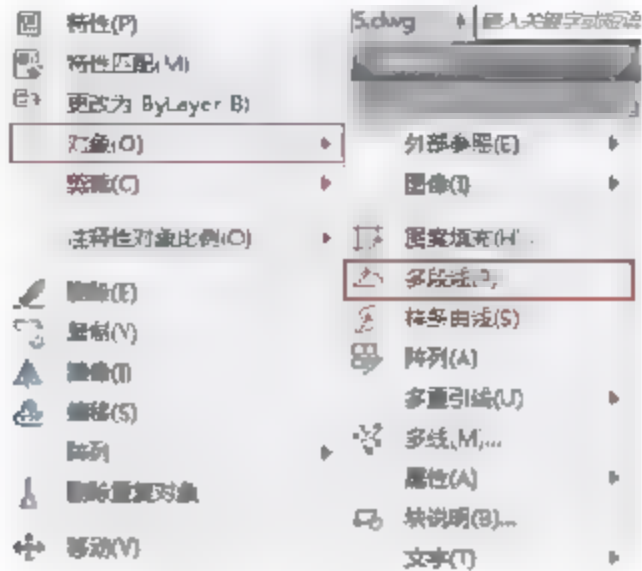

图3-22 选择命令
- 菜单栏：选择菜单【修改】|【对象】|【多段线】命令，如图3-22所示。